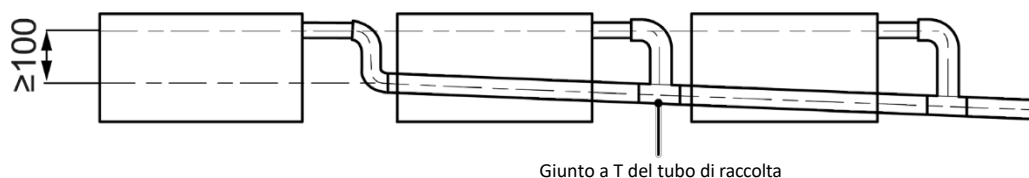

Fig. 4.3.4
- 4 Quando si collegano più tubi di scarico, seguire le istruzioni riportate nella Fig. 4.3.4. Scegliere un tubo di scarico collettore che corrisponda alla capacità dell'unità.